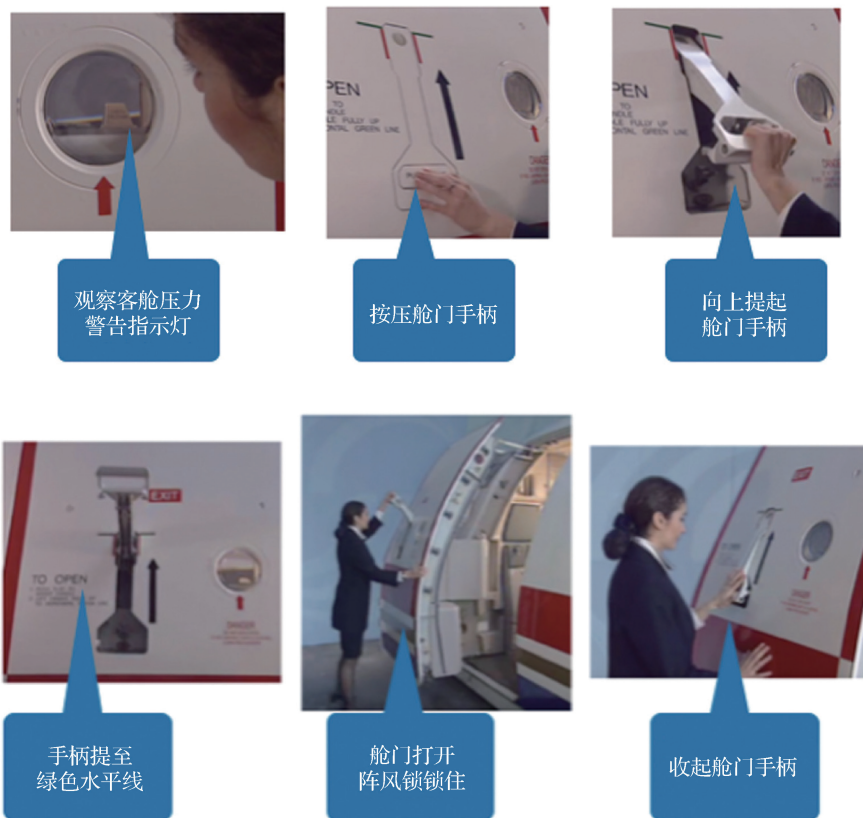

图 1-21 外部开启舱门操作
- ① 从观察窗向内查看，确认红色客舱压力警告指示灯未闪亮。
- ② 向内按压舱门手柄，按压“push here”位置。
- ③ 将手柄向上抬起，至绿色水平线。
- ④ 将舱门向外拉到全开位置，直至被阵风锁锁住。
- ⑤ 向下按手柄与舱门平齐，拉出舱门安全绳并挂好，如图 1-21 所示。
- ① 将舱门安全绳收回。
- ② 确认舱门内外无障碍物。
- ③ 按住阵风锁按钮，待舱门拉动后再放开。
- ④ 将舱门控制手柄提起，推动舱门至关闭位置。